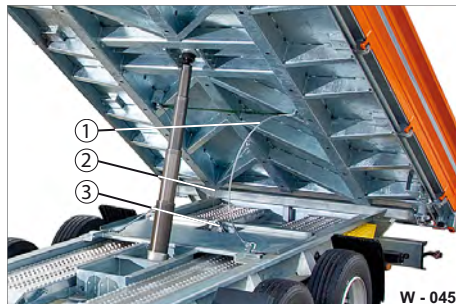

Abb. 45 Ladebrücke rückwärts gekippt
- ▶ Prüfen Sie, dass der Hub der Ladebrücke über das Hubbegrenzungsseil (Abb. 45/2) und Abschalthebel (Abb. 45/3) abschaltet. Der Hub der Ladebrücke darf nicht über das Fang- / Sicherungsseil begrenzt werden.